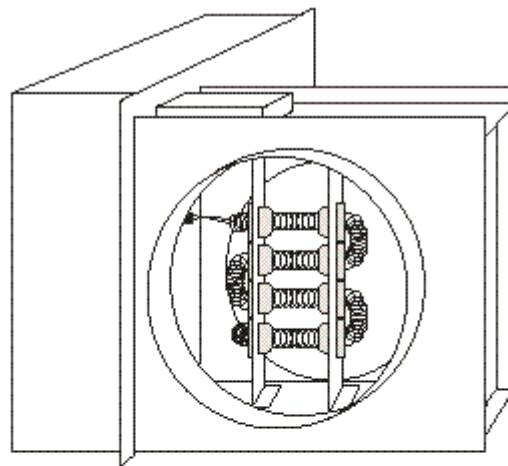

Fig. 3
- RFC** Serpentin à collet rond (Fig. 3)